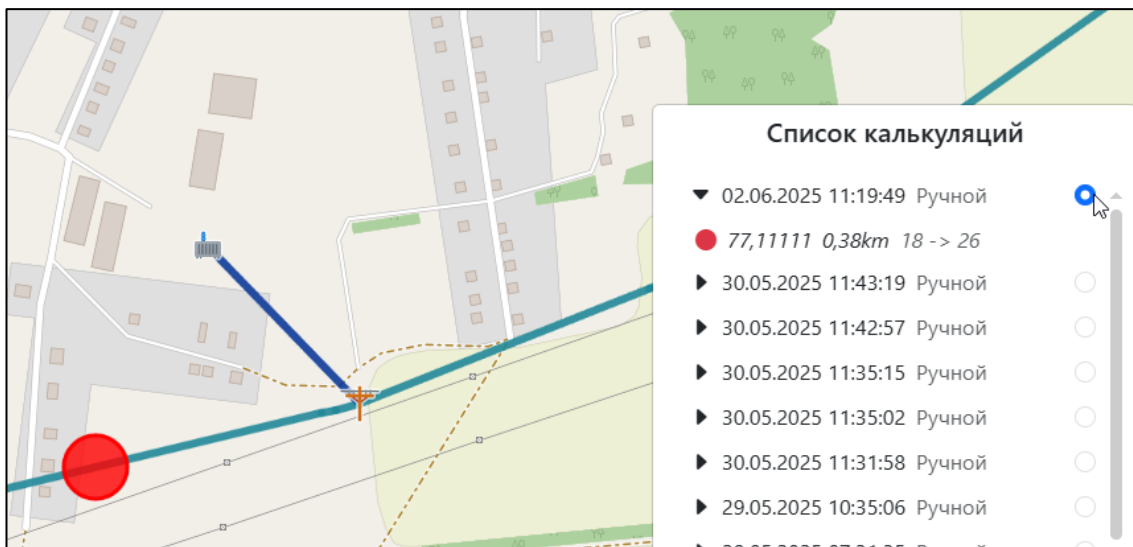

Рисунок 3.16 – Внешний вид точки возникновения ОЗЗ в ВЛ на карте
3.2.3.4.2 При нажатии на любой из пунктов, на карте отобразится красный круг, показывающий точку возникновения ОЗЗ в ВЛ (Рисунок 3.16).